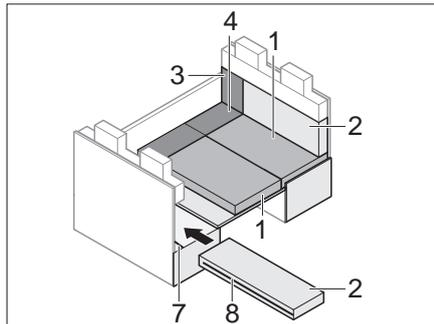

Bild 166 Während des Umbaus
- Reißverschluss (Bild 166,8) am Rückenpolster öffnen.
- Schlitz im Rückenpolster über ISOFIX-Traverse (Bild 166,7) stecken.